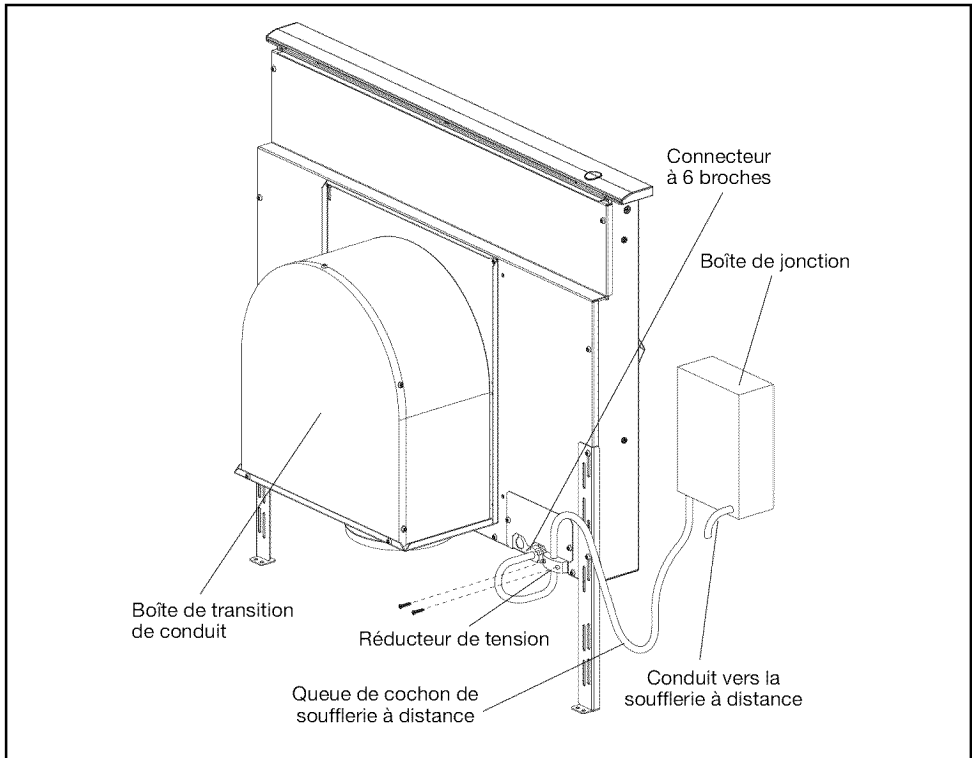

Fig. 10 – Soufflerie à distance
**Soufflerie à distance ou en conduite** (voir figures 10 et 11 pour plus de détails) :
- A. Retirer le couvercle de la boîte de jonction et brancher le conduit avec 5 fils depuis la soufflerie à distance. Brancher les fils selon le diagramme de câblage, figure 10. Remettre le couvercle de la boîte de jonction.